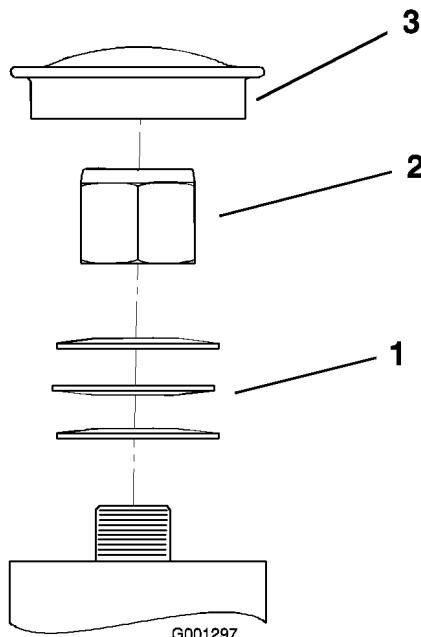

Figure 44
3. Retirez le capuchon anti-poussière de la roue pivotante et serrez le contre-écrou (Figure 44).
4. Continuez de le serrer jusqu'à ce que les rondelles élastiques soient aplatis, puis desserrez-le de 1/4 de tour pour obtenir la précharge correcte des roulements (Figure 44).
- Important:** Veillez à placer les rondelles comme illustré (Figure 44).
5. Remettez le capuchon anti-poussière en place (Figure 44).